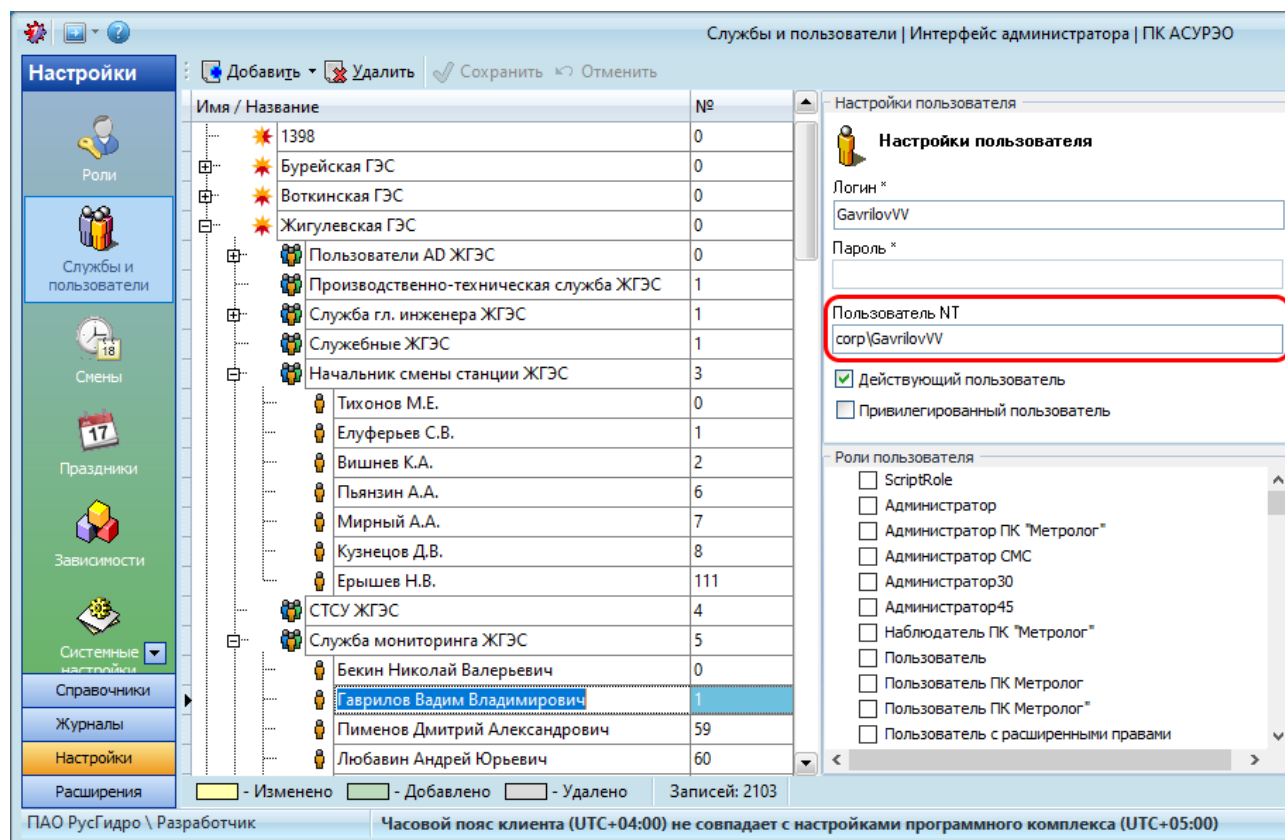

Рисунок 7.36 – Настройка Windows - аутентификации
- параметр «Пользователь NT» используется для настройки автоматической авторизации пользователя АСУРЭО с использованием доменной авторизации Windows NT. Параметр указывается в формате «домен / логин» пользователя Windows NT, при этом ввод и редактирование пароля невозможно (Рисунок 7.36). Если в поле «Пользователь NT» указана доменная учетная запись, ввод и редактирование пароля возможно.